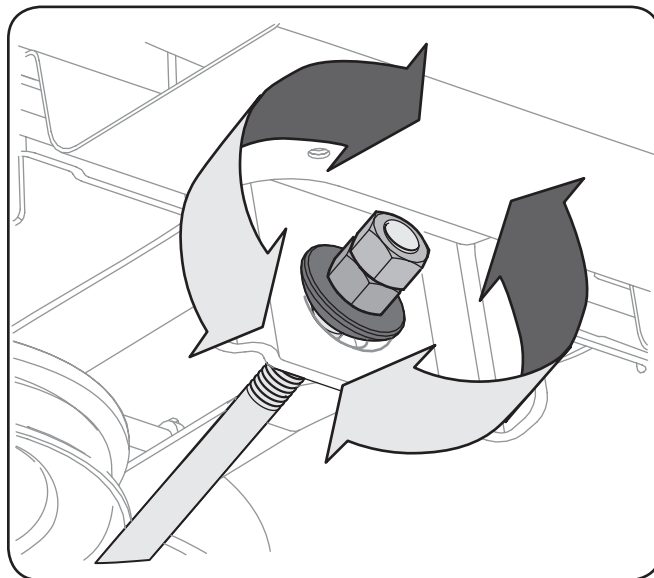

Figura 6-6
1. Para *eleva*r el frente de la plataforma, afloje la tuerca exterior y apriete (rosca hacia adentro) la tuerca contra el soporte de suspensión delantera. Consulte Figura 6-6. Cuando se logra el ajuste correcto, vuelva a apretar la tuerca exterior de 25-30 ft-lbs.
2. Para *bajar* el frente de la plataforma, afloje la tuerca exterior y afloje (rosca hacia afuera) la tuerca, lejos del soporte de suspensión delantera. Consulte Figura 6-6. Cuando se logra el ajuste correcto, vuelva a apretar la tuerca externa.